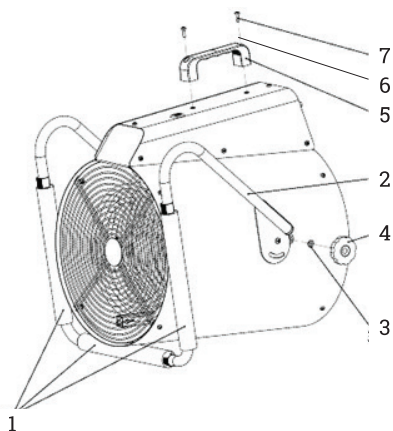

Рис. 3. Подготовка к работе ЕНСИ-15
Для приведения в рабочее положение прибора необходимо снять с опоры изоляционный упаковочный материал (1), повернуть опору на 90 градусов, как указано на рис. 3. На барашковый винт (4) надеть шайбу М6 (3) и закрутить через отверстие опоры в корпус. Прикрепить ручку для переноса (5) к блоку управления при помощи винта М4х14 (7) через шайбу М4 (6).